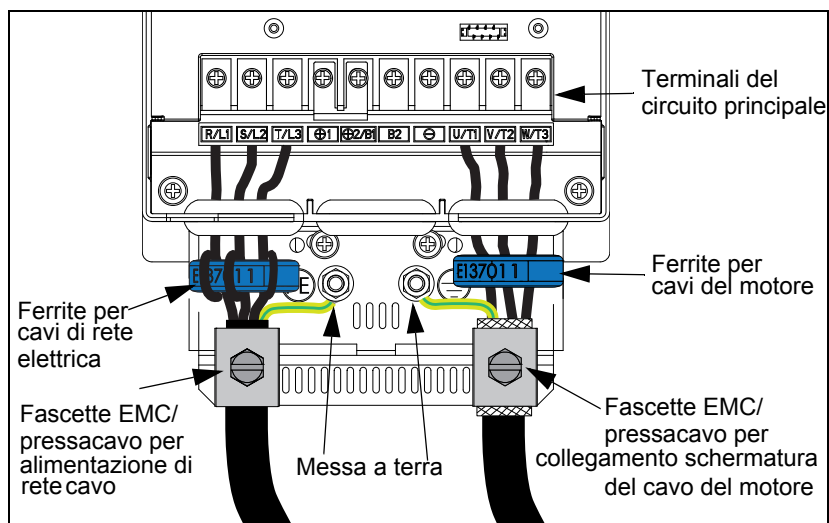

Fig. 8 Collegamento dei cavi della rete elettrica e del motore
Collegare i cavi della rete elettrica e del motore in base a Fig. 8. Fissare i cavi con fascette fermacavo/EMC.
- Collegare la schermatura del cavo del motore alla fascetta in base a Fig. 8.